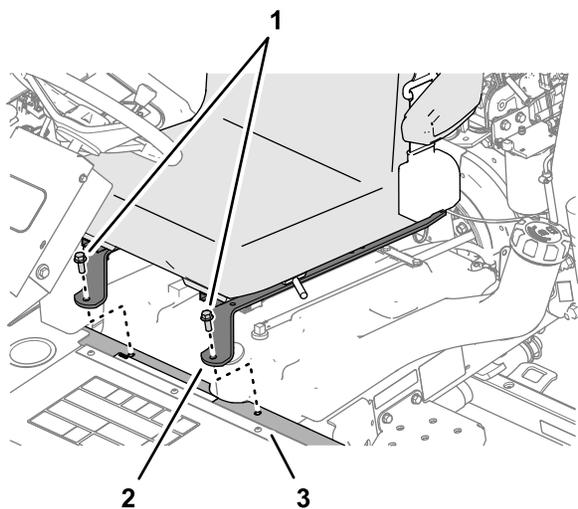

图3
2. 卸下将座椅箍带固定至支撑槽的 2 个凸缘头平头螺丝图3。